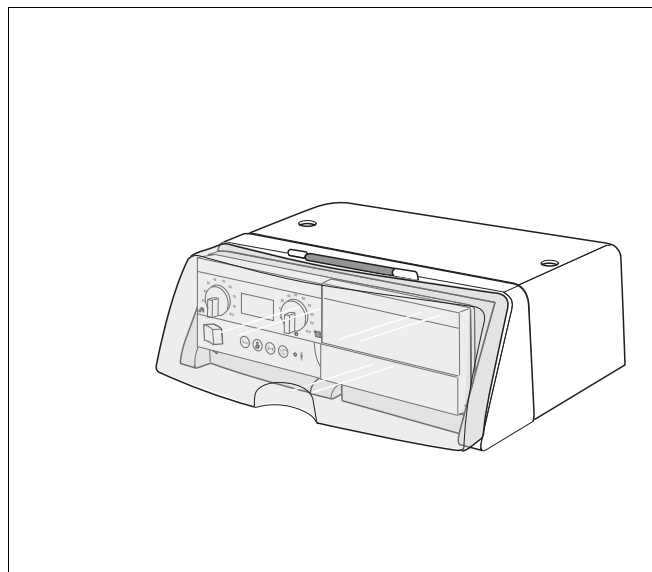

Fig. 2 Apparecchio di regolazione Logamatic MC10 con regolatore Logamatic BC10
- Apparecchio di regolazione (fig. 2).